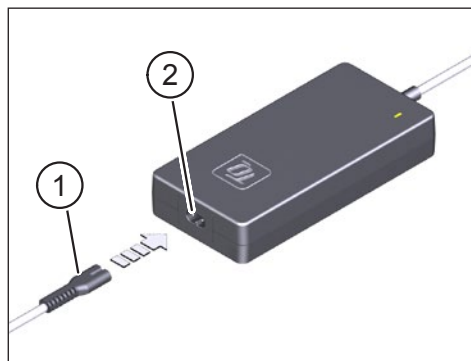

Fig. 1: Branchement du Charger sur le secteur
- ▶ Branchez la fiche de l'appareil du câble d'alimentation spécifique au pays (élément 1 Fig. 1) dans la prise du Charger (élément 2 Fig. 1).